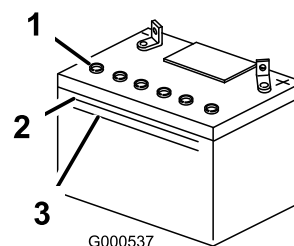

Figura 43
- Mire hacia el lateral de la batería. El electrolito debe llegar a la línea **superior** (Figura 43). No permita que el electrolito esté por debajo de la línea inferior (Figura 43).
- Retire los tapones de ventilación de la batería (Figura 43).
- Vierta lentamente agua destilada en cada célula de la batería hasta que el nivel de electrolito llegue a la línea superior (Figura 43) de la caja de la batería.
- Espera de 5 a 10 minutos después de llenar las células de la batería. Añada agua destilada, si es necesario, hasta que el nivel de electrolito llegue a la línea superior (Figura 43) de la caja de la batería.